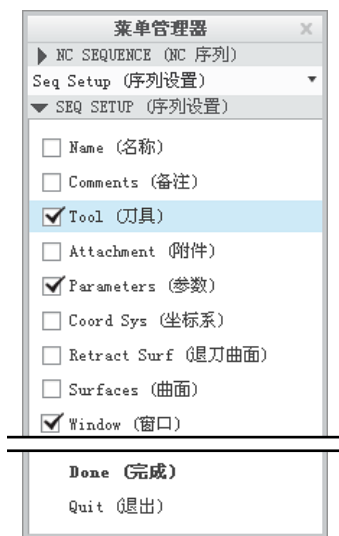

图 3.17.3 “序列设置”菜单
Step2. 在弹出的 **SEQ SETUP (序列设置)** 菜单中选中图 3.17.3 所示的 3 个复选框，然后选择 **Done (完成)** 命令。